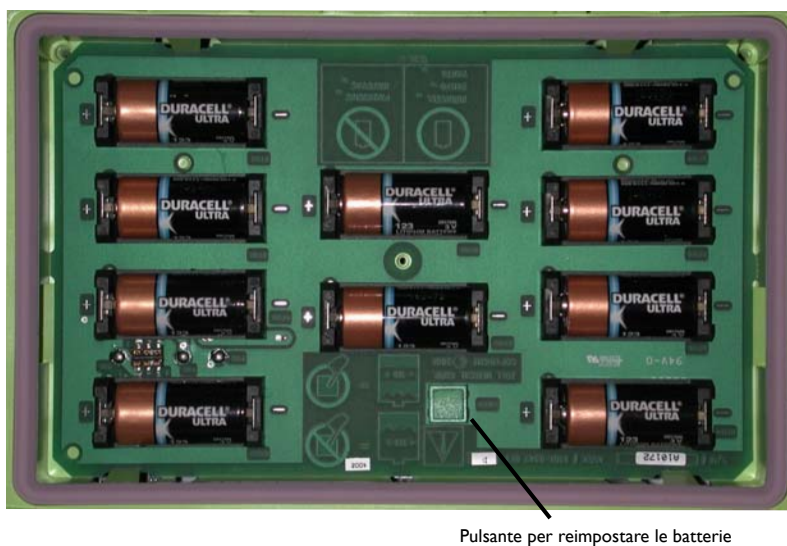

Figura 8: Compartimento batterie
3. Dopo aver installato le batterie nuove, quando viene visualizzato l'invito, premere il pulsante per reimpostare le batterie, posto nel vano batterie (vedere Figura 8). La pressione del pulsante reimposta l'indicatore del livello di carica delle batterie sulla carica completa..